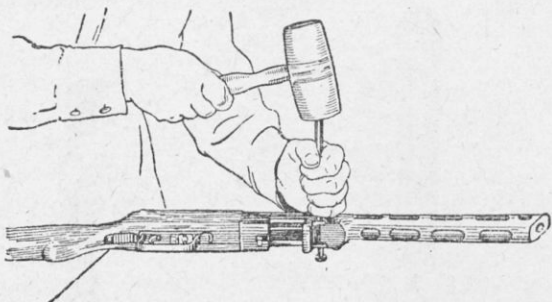

Рис. 37. Как выбить разрезную чеку
3. Отделить ствольную коробку со стволом. Положить автомат на специальную подставку или на край ствола правой стороной вверх, выколоткой выбить разрезную чеку соединительной оси (рис. 37), затем повернуть автомат левой стороной вверх, той же выколоткой выбить